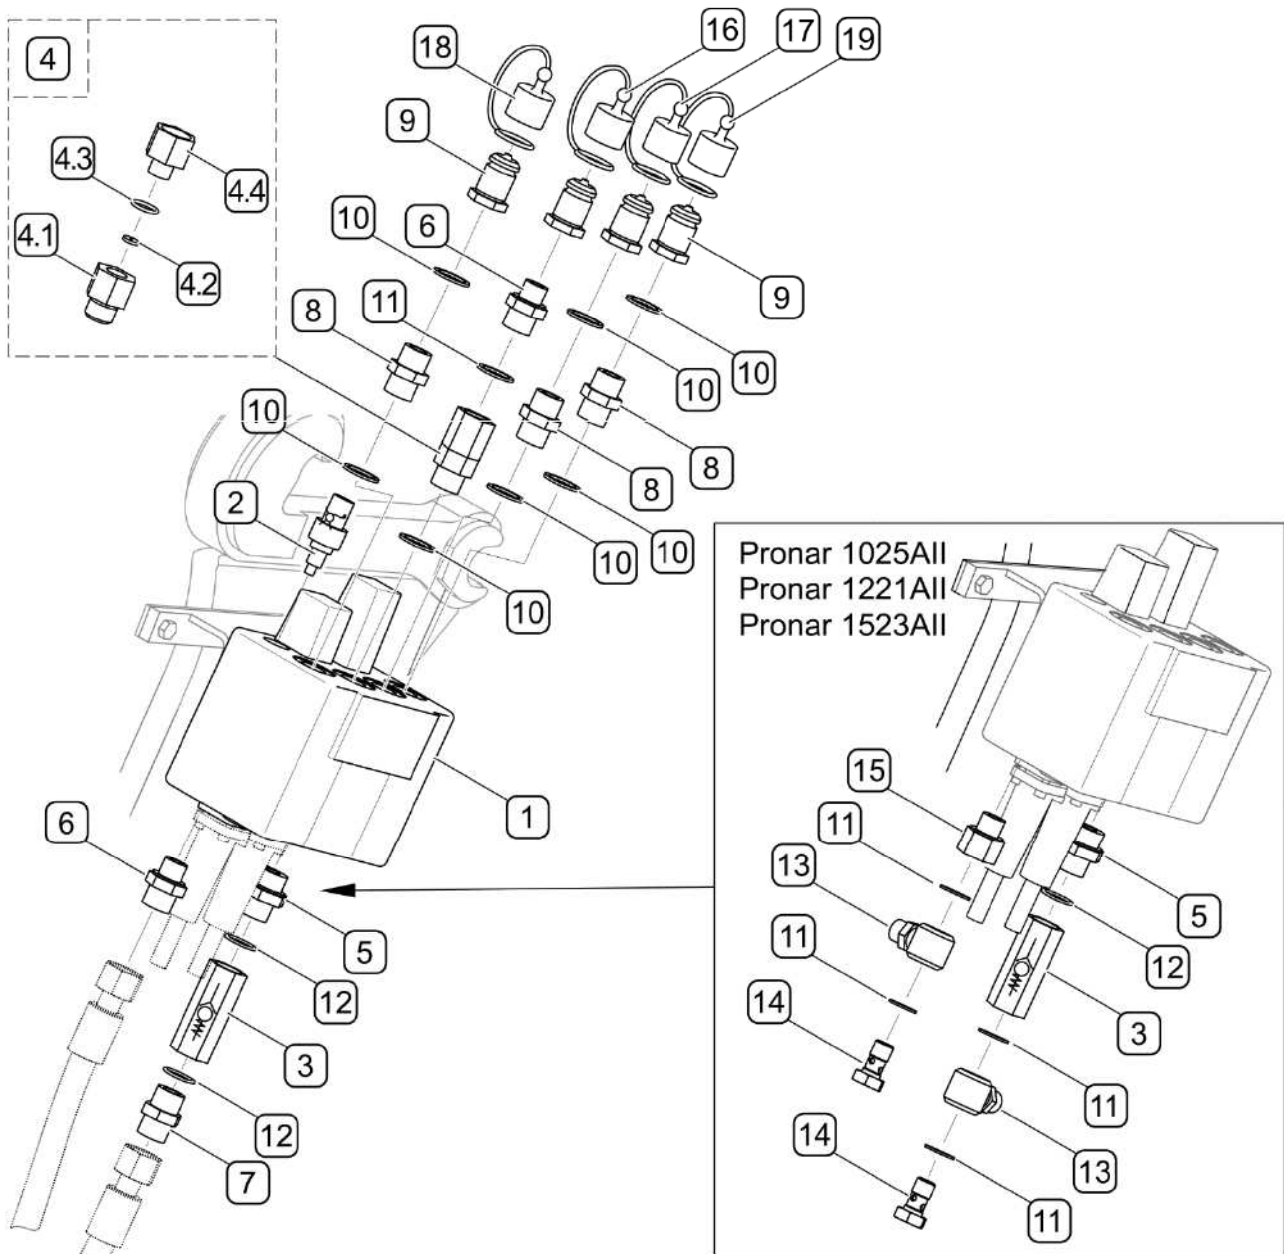

РИСУНОК 4.5 Монтаж распределителя
Собрать гидравлический распределитель в единый блок (РИСУНОК 4.5) (если производитель поставляет его в несобранном виде). Монтаж элементов гидравлической системы должен выполняться исключительно квалифицированным персоналом, прошедшим обучение.
В зависимости от модели трактора необходимо использовать соответствующий переливной клапан (2), устанавливаемый на распределителе (1) (РИСУНОК 4.5).